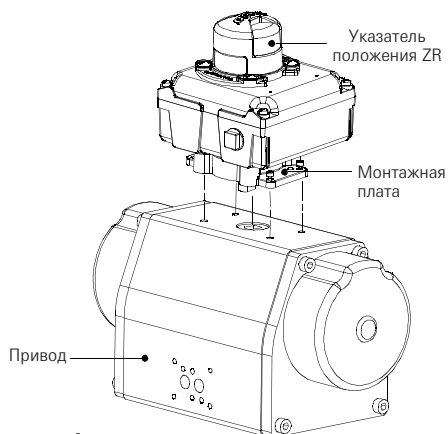

Рисунок 1
2. Закрепите указатель положения ZR на привод при помощи (4) M5 x 12 мм длинных винтов с торцевой головкой под ключ и (4) M5 шайб, присоединив выходной вал ко входу привода (рис.1).